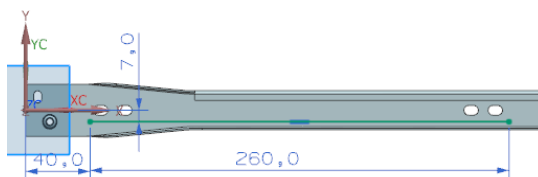

图 10-77 绘制草图
(4) 绘制如图 10-77 所示的草图。单击“完成”图标，草图绘制完毕。